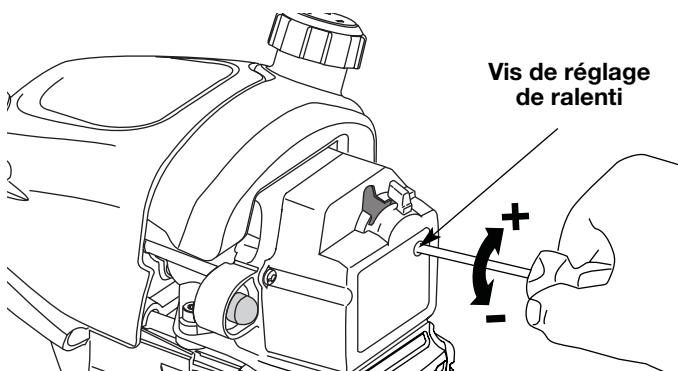

Fig. 30
Le régime ralenti du moteur est réglable par le couvercle du filtre à air/silencieux (Fig. 30).
- Relâchez le levier d'accélérateur et laissez le moteur au ralenti. Si le moteur s'arrête, insérez un petit tournevis à embout cruciforme ou à tête plate dans le trou du filtre à air/couvercle du silencieux (Fig. 30). **Vissez** la vis de ralenti de 1/8 de tour à la fois (selon le besoin) jusqu'à ce que le moteur se mette bien au ralenti.